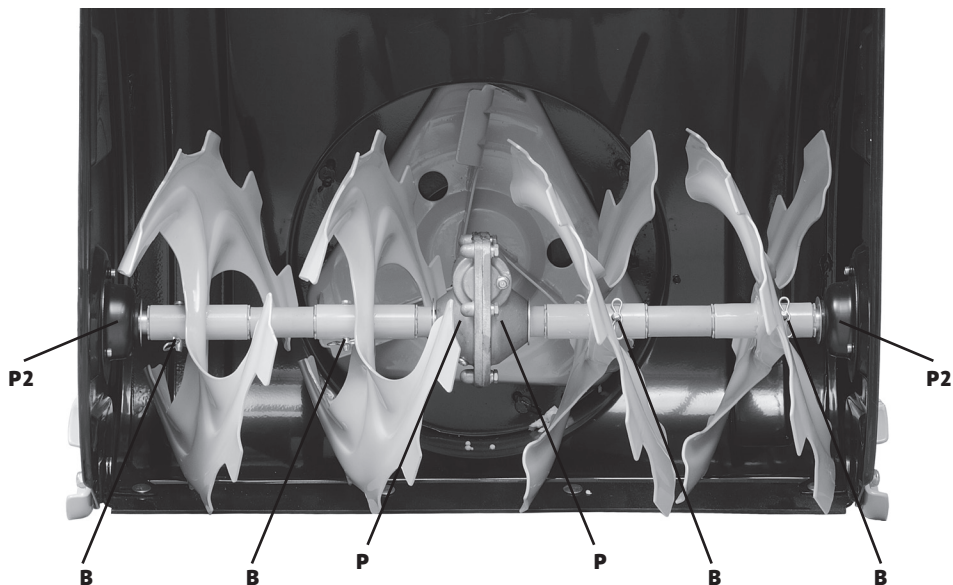

Рис. 19
- Как минимум один раз в сезон, удаляйте срезные штифты (рис.19, В) на валу шнека. Впрысните смазку внутрь вала и выполняйте смазку подшипников шнека как минимум один раз в сезон.
- Каждый сезон выполняйте смазку подшипников шнека (рис.19, Р) и подшипников сбоку рамы (рис.19, Р2).